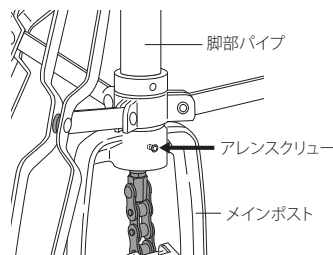

図8
- ・脚部のパイプはアレンスクリューで固定されていますが、演奏中の振動でゆるむおそれがありますので、必ず点検し、ゆるんでいるようであれば付属の六角レンチでしっかりと締め直してください(図8)。